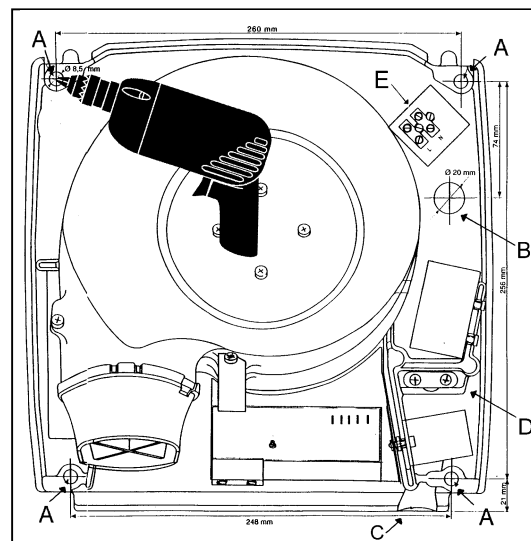

Fig. 1
- 1 Befestigung der Bohrschablone (Fig. 1) in Waage an der Wand mit Selbstklebeband.
- 1 Bei direktem Elektroanschluss mit Unterputzkabel oder Kabeldose direkt hinter der Geräte-Montageplatte erfolgt Kabelführung durch das Loch "B" (Fig. 1) in der Montageplatte mit Anschluss an der Anschlussklemme "E". Anschluss mit 3 Adern mit Querschnitt von min. 1,5 mm² pro Leitung, empfohlene Länge 150 mm (7 mm abisoliert).